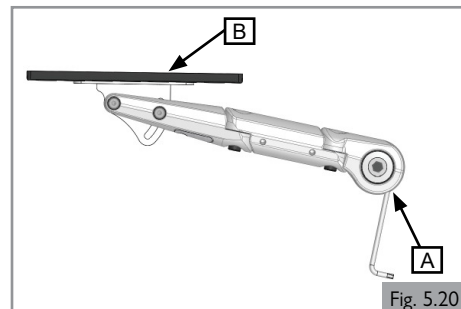
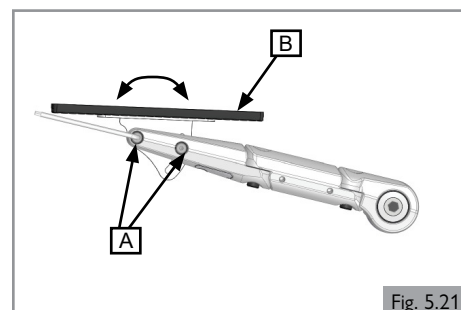

Fig. 5.20
Fig. 5.21
Partie 1 (Fig. 5.20)
Partie 2 (Fig. 5.21)
2. Desserrez (A) pour pouvoir régler (B).
3. Resserrez les vis (A-Fig. 5.20 et A-Fig. 5.21). Les couples de serrage sont indiqués à la section 9.